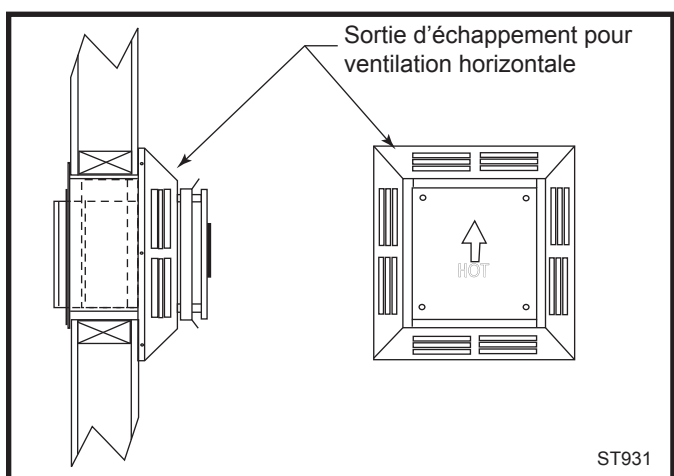

Fig. 42 Sortie d'échappement pour ventilation horizontale.
6. Installez la sortie d'échappement pour la ventilation horizontale au mur extérieur en utilisant quatre (4) vis tout-usage à travers les trous localisés aux quatre (4) coins de la sortie d'échappement. Assurez-vous que la flèche (embossée sur la face de la sortie) pointe vers le haut. (Fig. 42) Si la maison possède un recouvrement de vinyle, un dégagement pour recouvrement de vinyle (VS) doit être installé avant d'installer la sortie d'échappement pour la ventilation horizontale. Référez-vous aux recommandations du fabricant de l'appareil pour déterminer si un dégagement est requis. Fixez le dégagement pour le